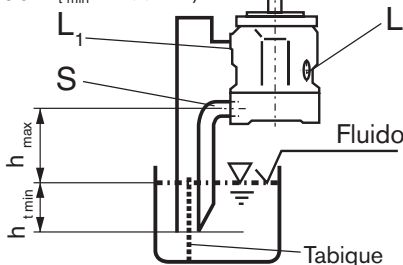

Figura 2
b) Si el nivel del fluido hidráulico está por debajo de la superficie de la brida de la bomba: conectar "L1" y "S" según figura 2. Condiciones según 1.2.1 "L" cerrada.
Antes del montaje llenar la carcasa de la bomba en posición horizontal. Montaje sobre el depósito según figura 2.